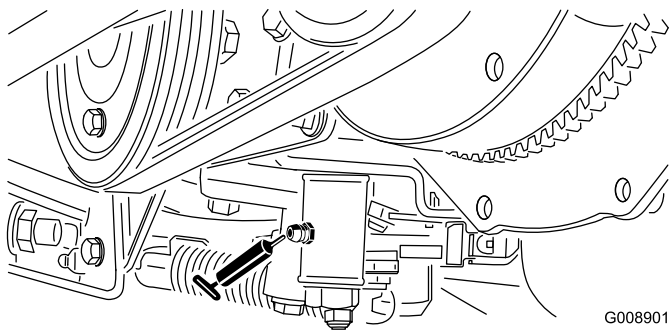

Figure 54
- Mécanisme de réglage du point mort (Figure 54)